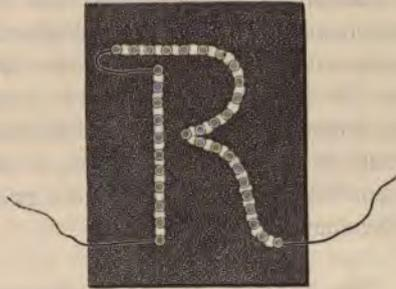

Fig. 126.
**Leuchtende Buchstaben.** Auf ähnliche Weise kann man auch leuchtende Buchstaben und Namenszüge bilden. Fig. 126 zeigt die Anordnung für den Buchstaben R. Wollte man das untere Ende des stehenden Hauptbalkens und das rechte Auslaufende des Buchstabens je mit dem Konduktor und dem Reibzeug der Maschine verbinden, so würde die Entladung sogleich vom oberen Ende des Balkens